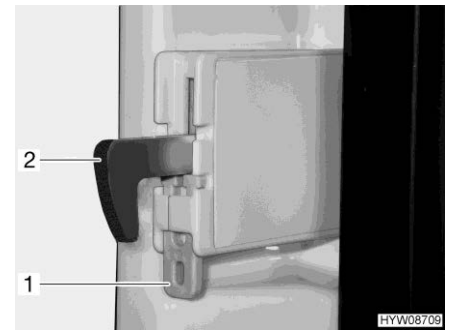

Fig. 259 Fixation (crochet de verrouillage)
- Pousser la fixation (Fig. 259,1) vers le haut. Le crochet de verrouillage (Fig. 259,2) est pressé vers le haut, il est mis hors fonction.
- Appuyer vers le bas sur le crochet de verrouillage (Fig. 259,2). Le crochet de verrouillage est de nouveau en fonction.